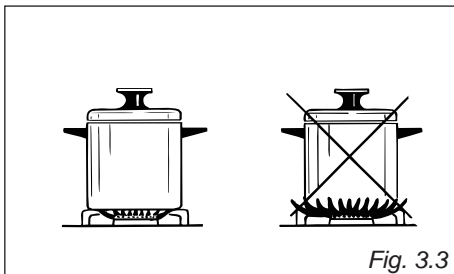

Fig. 3.3
- Tilslut fase, nul og jord som vist på tilslutningsdiagrammet Fig. 3.3.